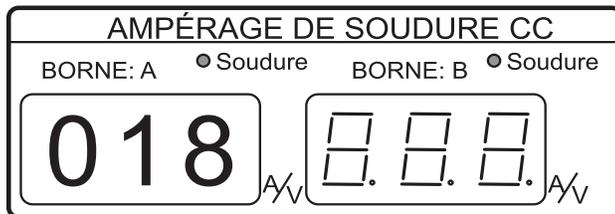

Figure 50. Appareil de mesure de la soudure en CC (18 VCC)
5. La tension sélectionnée s'affiche sur l'appareil de mesure de la soudure en CC (Figure 50).